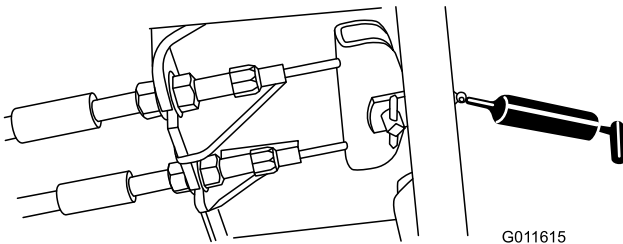

Figura 58
- Pedale del freno (1) (Figura 58)